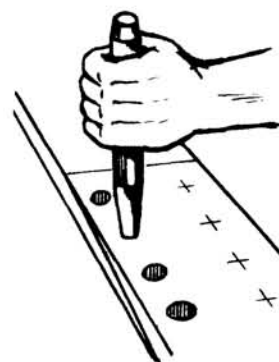

Fig. 6
2o Paso - *Perfore ambos extremos con un sacabocados del diámetro deseado (fig. 6).*
- 3o Paso - Perfore ambos extremos con un sacabocados del diámetro deseado (fig. 6).